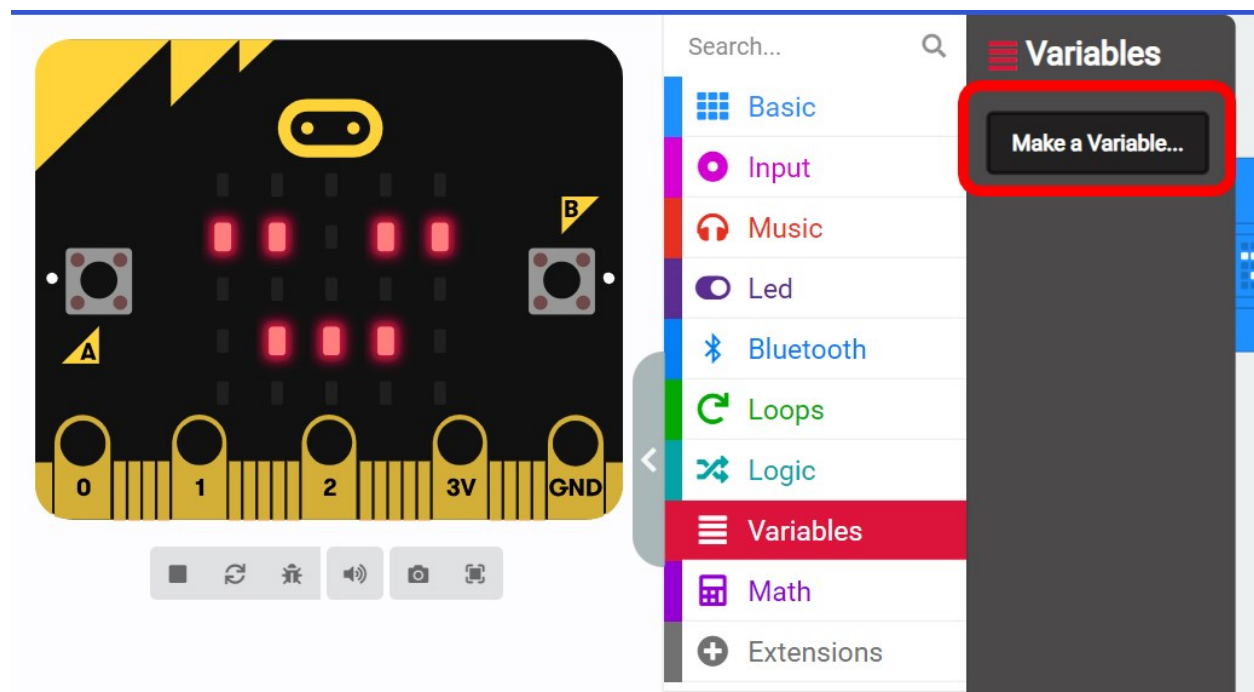

Figura 9: Criar uma variável
**Nota:** para criar a variável "comando", clique em "Variáveis" e, em seguida, no botão "Criar uma variável" (Figura 9). No menu pop-up, escreva o nome "comando" na secção "nome da nova variável" e prima Ok. O bloco de comando "**set command to ...**" aparecerá no sub-menu Variables.